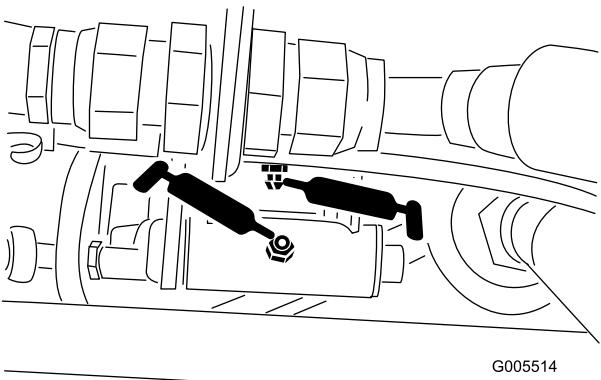
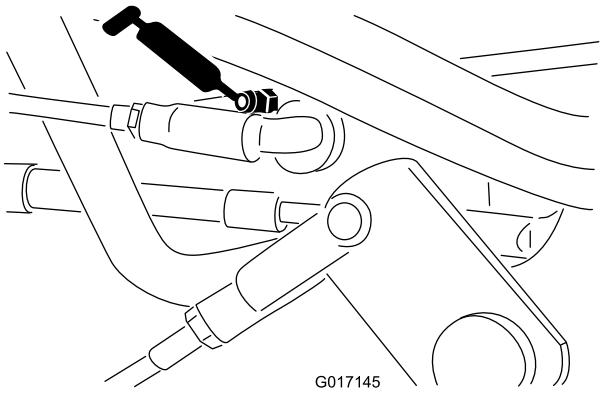

Figura 45
Figura 46
- Acoplamiento del selector de velocidad (Figura 45 y Figura 46)